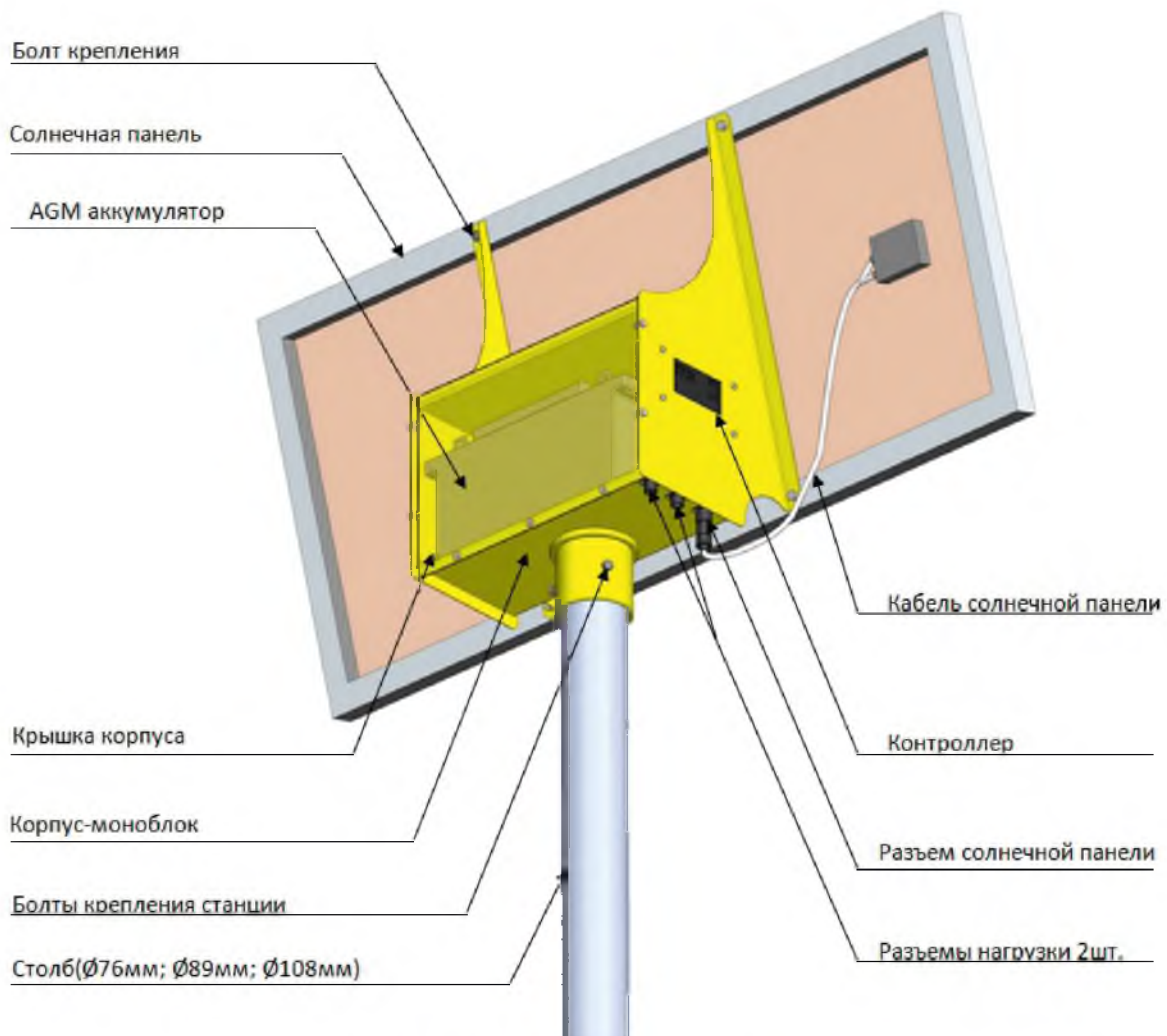

Рис. 1. Устройство Солнечной электростанции.
5. Подключить кабель солнечной панели к ответному разьему солнечной электростанции (рисунок 1), идущему от клемм контроллера 3 и 4 (рисунок 2);
6. Подключить кабель нагрузки к ответному разьему солнечной электростанции (рисунок 1), идущему от клемм контроллера 5 и 6 (рисунок 2).